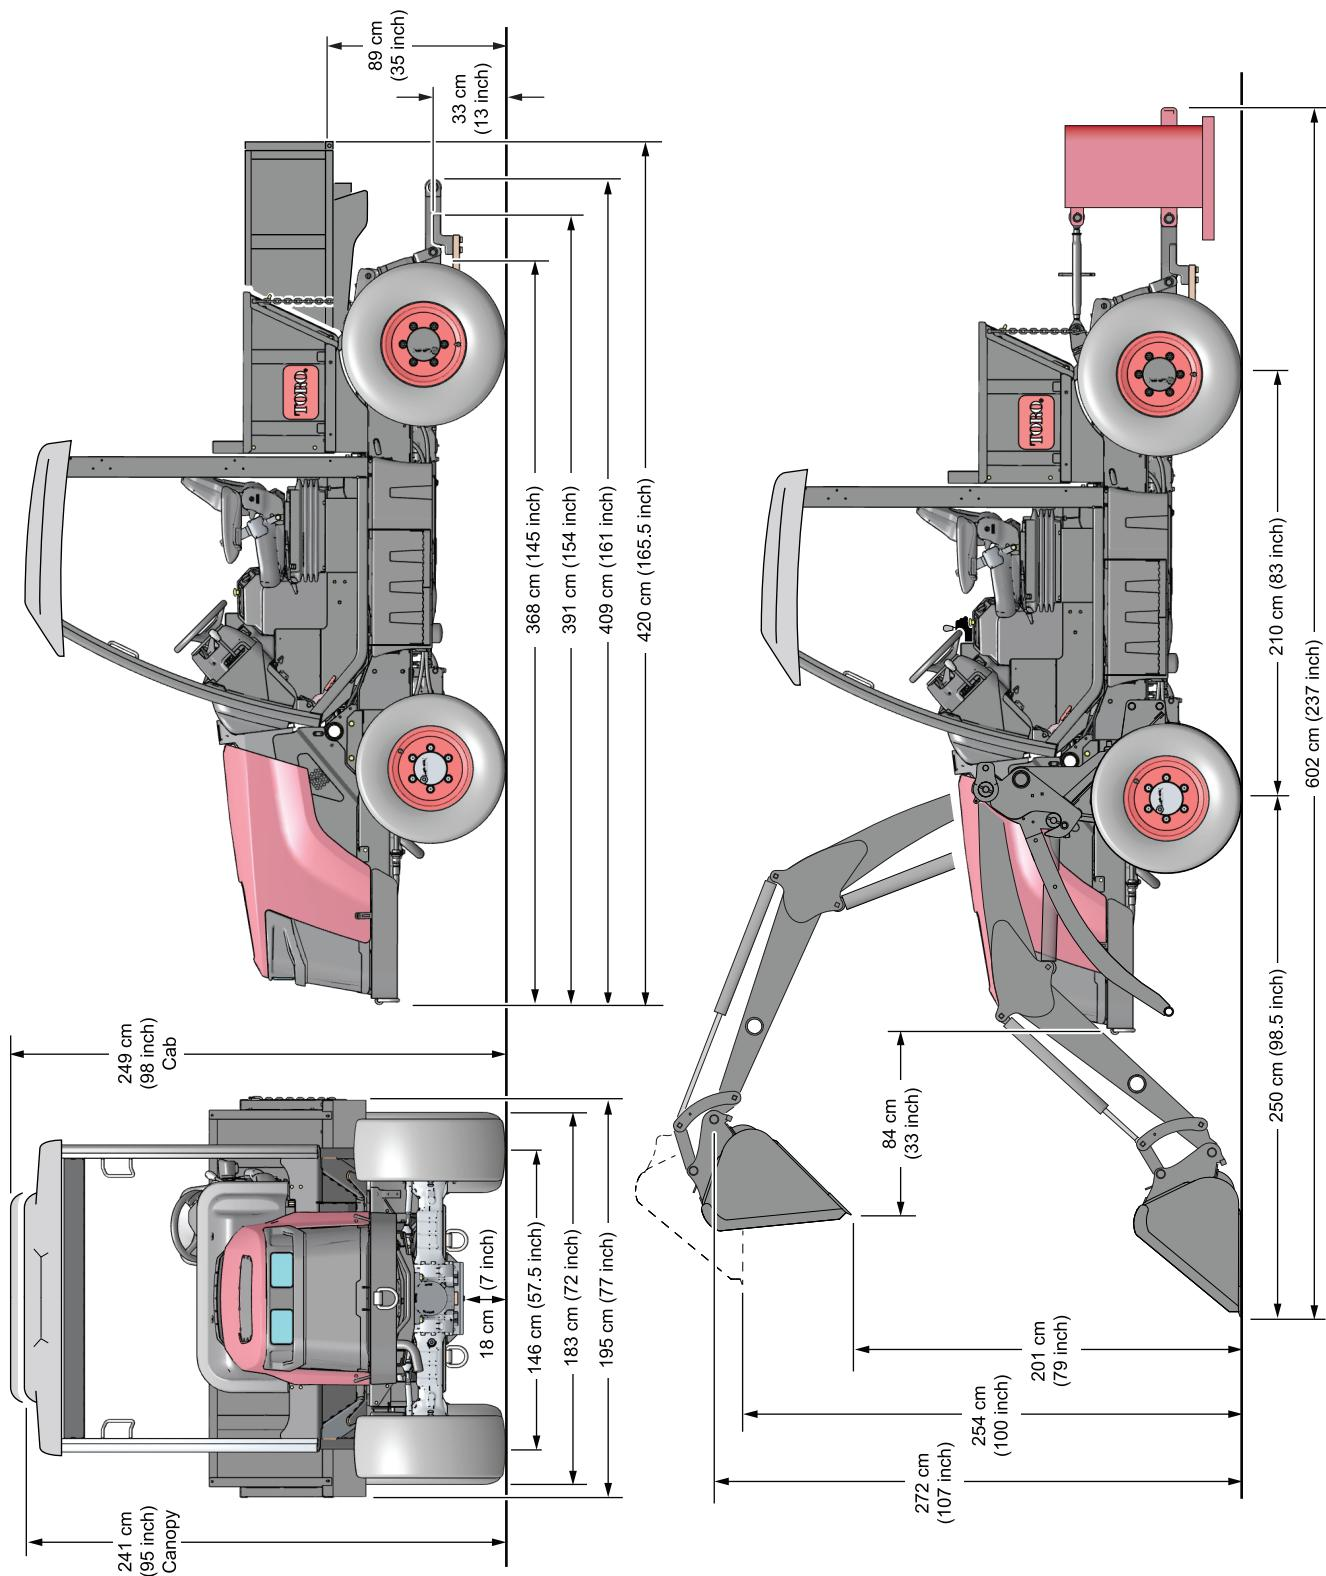

图 16
- ・ 車両の全体寸法については図 16 を参照してください。